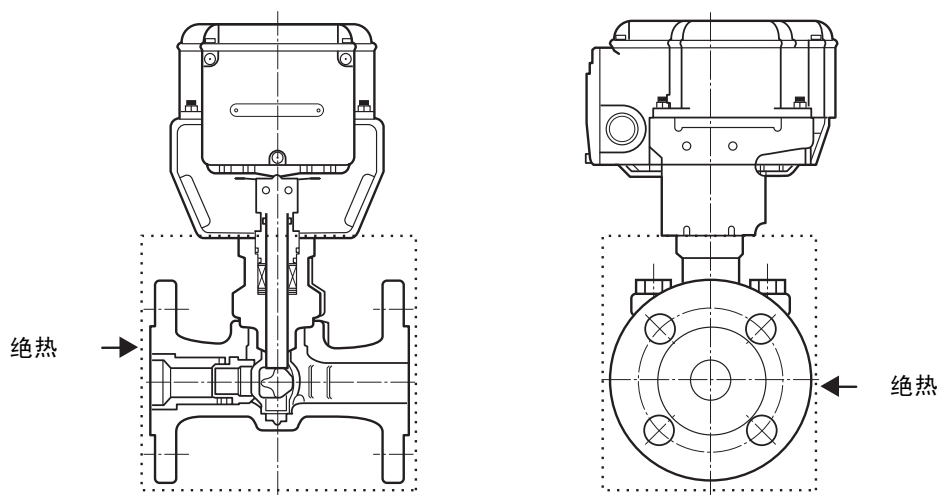

图3 可绝热区域
- 4) 勿对执行器和连接支架进行绝热处理。必要时，请仅对图3中虚线框起来的区域进行绝热处理。